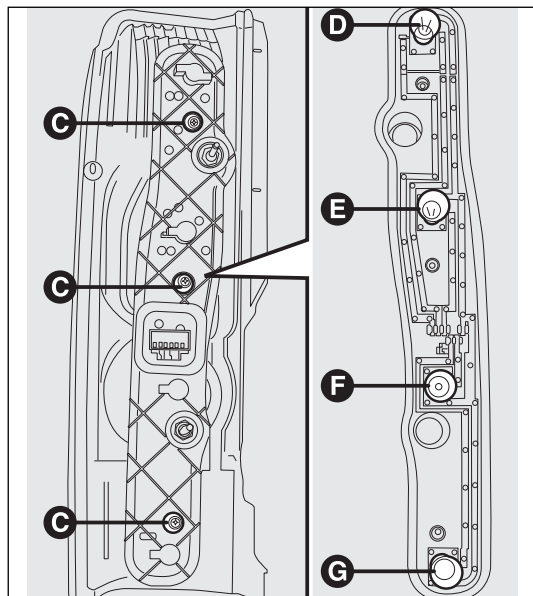

fig. 196
- ☐ quitar los tornillos C-fig. 196 con el destornillador suministrado y extraer el portalámparas;